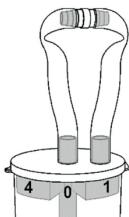

Abb. 4
9. Anslut båda slangändarna ordentligt med slangkopplingen. Sugpolypfällan är alltså förseglad (**Fig. 4**).